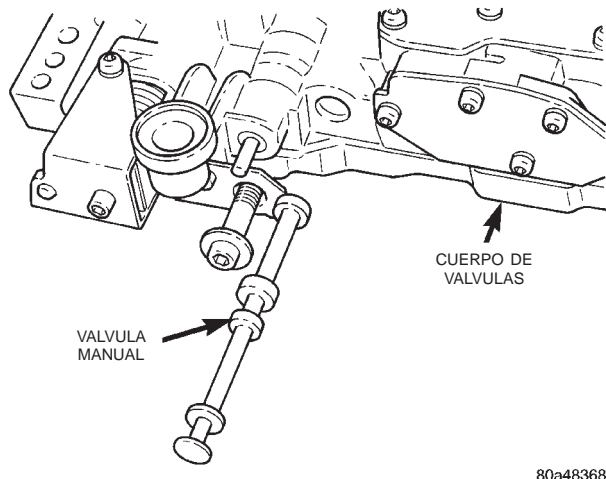

Fig. 47 Válvula manual
(7) Retire la válvula manual del cuerpo de válvulas (Fig. 47)